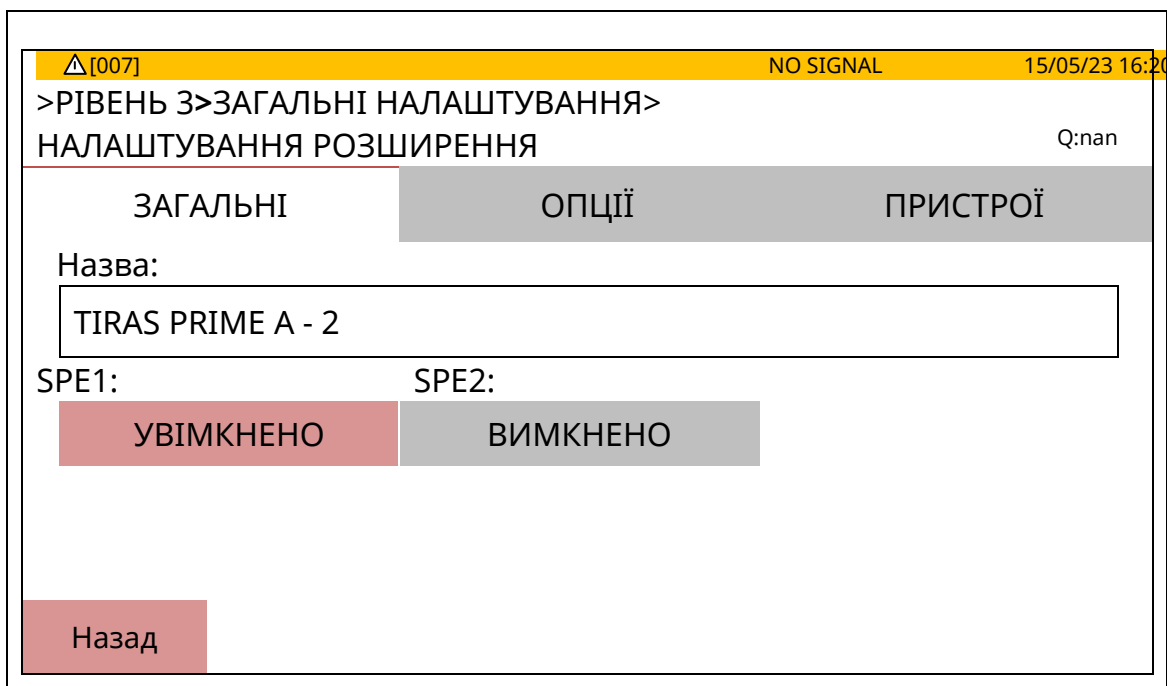

Рисунок 10.14.1 – Вікно налаштувань інтерфейсів розширення SPE
10.14.1 Якщо доторкнутися до поля [НАЛАШТУВАННЯ РОЗШИРЕННЯ], відкривається вікно (рис. 10.14.1), в якому знаходиться меню увімкнення/вимкнення інтерфейсів розширення SPE. Опис застосування меню наведений нижче.
1 Якщо потрібно встановити зв'язок тільки через порт SPE2, потрібно увімкнути обидва інтерфейси SPE1, SPE2 у вікні рис. 10.14.1. Якщо порт SP1 не буде фізично підключений до відповідного порту на іншому ППКП чи P-IND, виникне повідомлення про несправність цього порту. Якщо потрібно встановити зв'язок тільки через порт SP1, інтерфейс SPE2 не вмикають.
2 У правому верхньому куті вікна рис. 10.14.1 наведений параметр якості зв'язку Q в кільцевій лінії між портами SP1, SP2. Цей параметр дорівнює 1,00, якщо внаслідок тестування (9.5) в обох напрямках кількість прийнятих пакетів дорівнює кількості переданих, і зменшується, якщо є втрати пакетів.